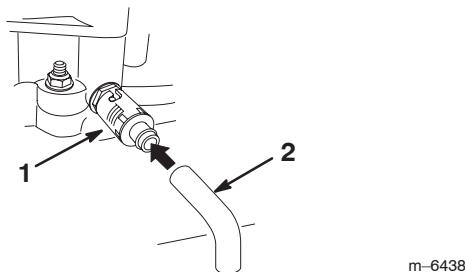

Figure 20
6. Placez un bac sous le flexible de vidange. Tournez le robinet de vidange d'huile pour permettre à l'huile de s'écouler (Fig. 20).
- Retirez le flexible de vidange (Fig. 20).